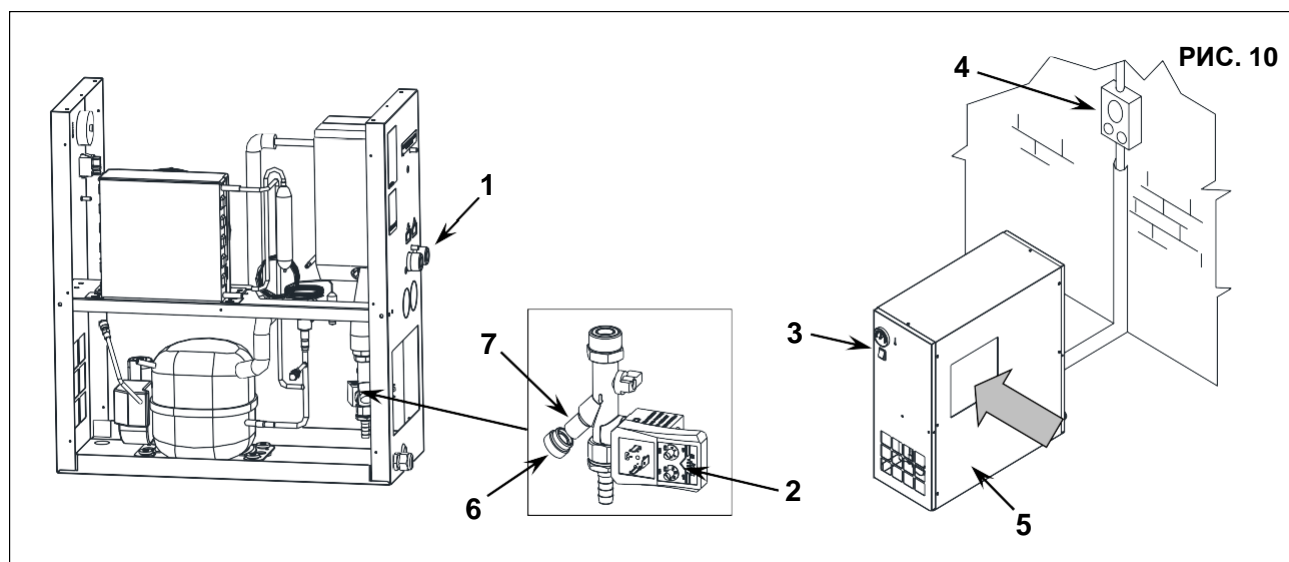

РИС. 10
15.2 ОЧИСТКА ФИЛЬТРА УСТРОЙСТВА АВТОМАТИЧЕСКОГО СЛИВА КОНДЕНСАТА (Рис. 10)
- Закройте кран, поз. 1, рис. 10
- Сбросьте давление в осушителе, нажав кнопку слива конденсата "TEST", расположенную на пароотделителе, поз. 2, рис. 10.
- Выключите устройство, нажав кнопку "STOP", поз. 3, рис. 10
- Включите автоматический дифференциальный переключатель питания, поз. 4, рис. 10
15.3 ОЧИСТКА КОНДЕНСАТОРА (Рис. 10)
- Снимите панель, поз. 5, рис. 10
- Очистите ребра конденсатора, поз. 1, сжатым воздухом (Рис. 10). **НЕ ИСПОЛЬЗУЙТЕ ВОДУ И РАСТВОРИТЕЛИ**
- Закройте панель, поз. 5, рис. 10
ПОРЯДОК ДЕЙСТВИЙ ПРИ СБРОСЕ ДАВЛЕНИЯ (Рис. 10)
- Закройте краны, поз. 1, рис. 10
- Сбросьте давление в осушителе, нажав кнопку слива конденсата "TEST", расположенную на пароотделителе, поз. 2, рис. 10